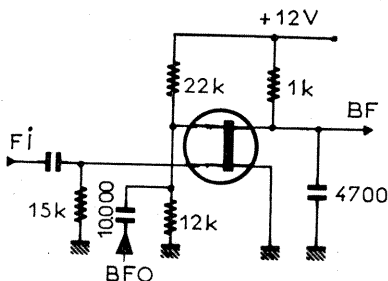

FIGURE 3
L'impédance d'entrée est souvent imposée par l'étage qui précède et qui ne doit pas être trop chargé ; par exemple l'étage de la figure 3 va nécessiter une charge supérieure à $5\text{ k}\Omega$ sous peine de perdre son gain. R_e étant fixée, (1) donne C_e , (3) donne R_s et (2) donne C_s .